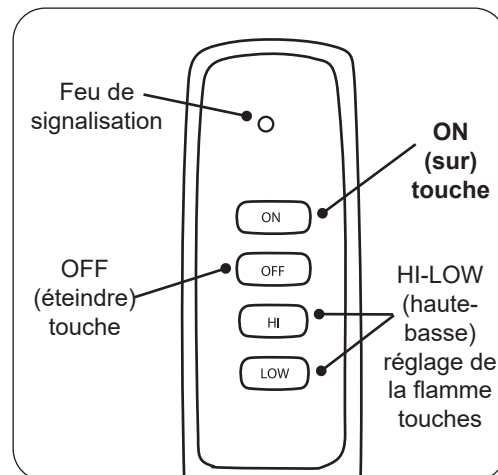

Fig. 34-3 Détail de la télécommande
3. Localisez la télécommande et appuyez sur la touche **ON** (voir Fig. 34-3). Le système émettra un bip et la séquence d'allumage commencera.